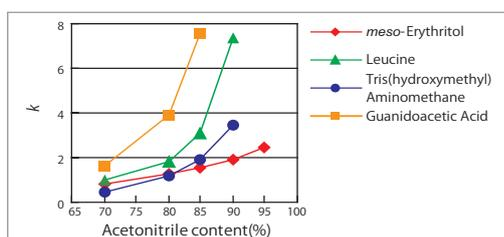

図1. アセトニトリル濃度と保持との関係
- アセトニトリル濃度を高くすると保持は大きくなり、低くすると保持は小さくなります(図1)。